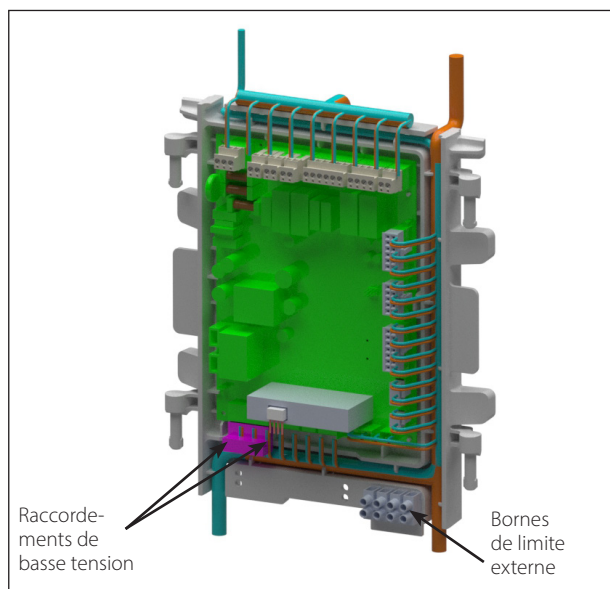

Fig. 26 - Raccordements de basse tension
1. Raccordez les fils de l'aquastat ou du capteur de température d'ECS aux bornes de basse tension X4-1 et 2 situées au bas du module de commande CTRLMax, comme l'illustre la **Fig. 26**.
3. Raccordez les fils de limite externe aux bornes de basse tension de limite de réinitialisation manuelle ou de limite de réinitialisation automatique situées dans le coin inférieur droit du boîtier du module de commande CTRLMax, comme l'illustre la *Fig. 26*.
1. Raccordez les fils du capteur de température du système aux bornes de basse tension X5-3 et 4 situées au bas du module de commande CTRLMax, comme l'illustre la *Fig. 26*.